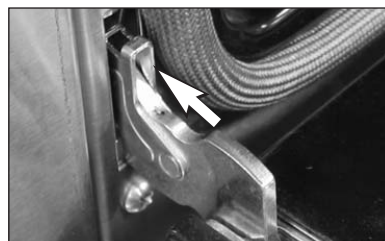

Fig. 25
4. Ouvrez la porte complètement et faites pivoter les verrous en position fermée (Fig. 25).